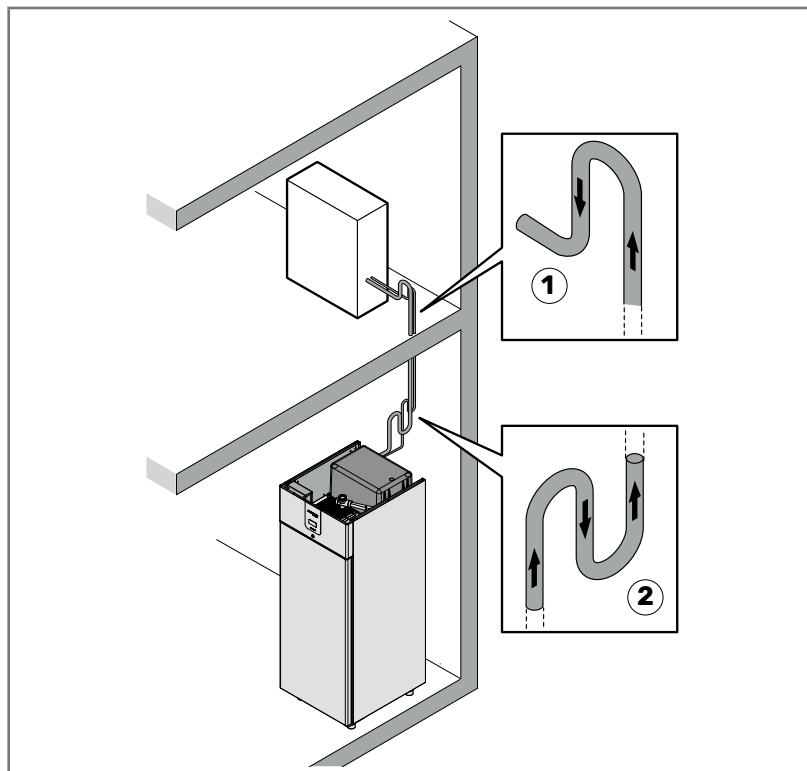

Fig 4.7 - Installation à un niveau supérieur
- **1** : à chaque départ et tous les 1,8 mètres de différence de niveau (1 - Fig. 4.7) ;
- **2** : à chaque arrivée (2 - Fig. 4.7).